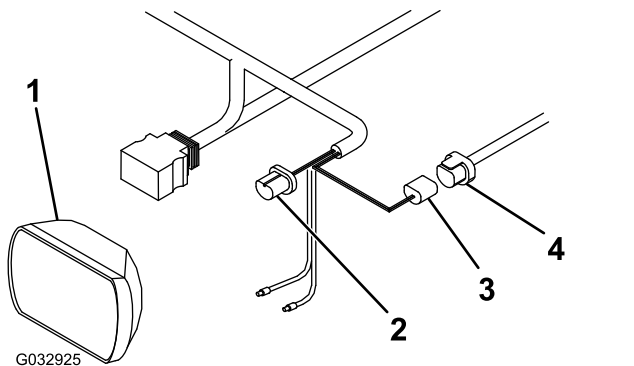

Bild 15
- Nehmen Sie den Kabelanschluss hinten am linken Scheinwerfer des Fahrzeugs ab (Bild 15).
- Schließen Sie den blauen Anschluss vom langen Kabelbaum hinten am linken Fahrzeugscheinwerfer an (Bild 15).
- Schließen Sie den schwarzen Anschluss vom langen Kabelbaum am vorher abgeschlossenen Anschluss am Fahrzeugkabelbaum an (Bild 15).